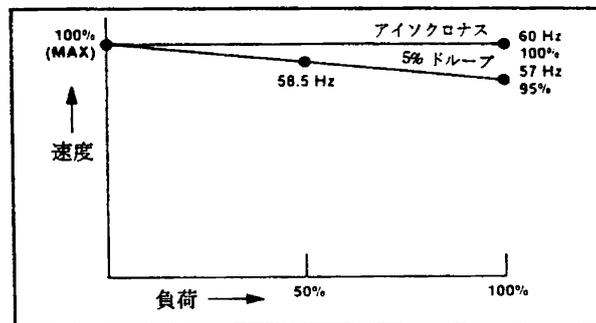

図 4-3. ドループ値の調整
- 50%しか負荷が掛けられない場合は、この時の速度が 58.5Hz であれば 5%のドループが掛かっている事になります。図 4-3 を参照の事。